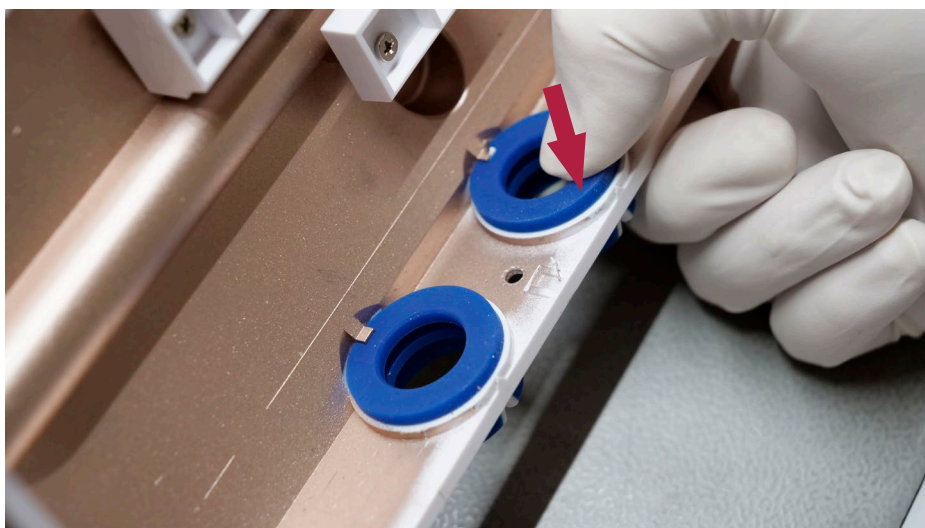

Afbeelding 19 De kleurindicatie op de VDI-plaat moet overeenkomen met de kleurring
- f) **Zorgen dat de kleurring dezelfde kleur heeft als de aanduiding op de VDI-plaat (zie afbeelding 19)**
Let er bij het opnieuw monteren van de achterbehuizing op dat de gekleurde vlekken op de VDI-platen (afbeelding 19) overeenkomen met de kleuren van de kleurringen waarop ze zijn geplaatst.